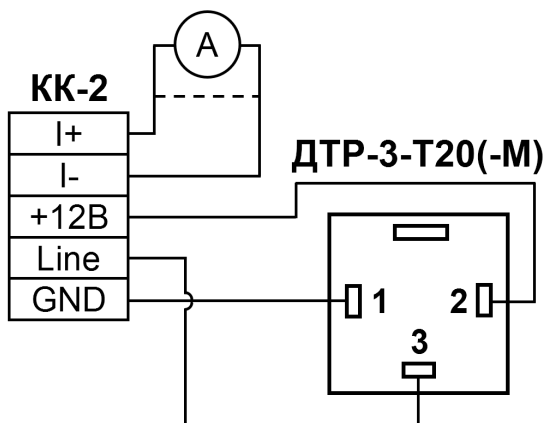

Рис.4. Подключение ДТР-3-Т20(-М) к кабелю интерфейсному.
5.7. При использовании кабеля интерфейсного для настройки токового выхода преобразователя точки росы/инея ДТР-3-Т20 или ДТР-3-Т20-М, необходимо подключить преобразователь как показано на рис.4 с помощью кабеля для настройки ДТР-3-Т20(-М) (см. п.4) и использовать для настройки соответствующее ПО (см. п.2.3).